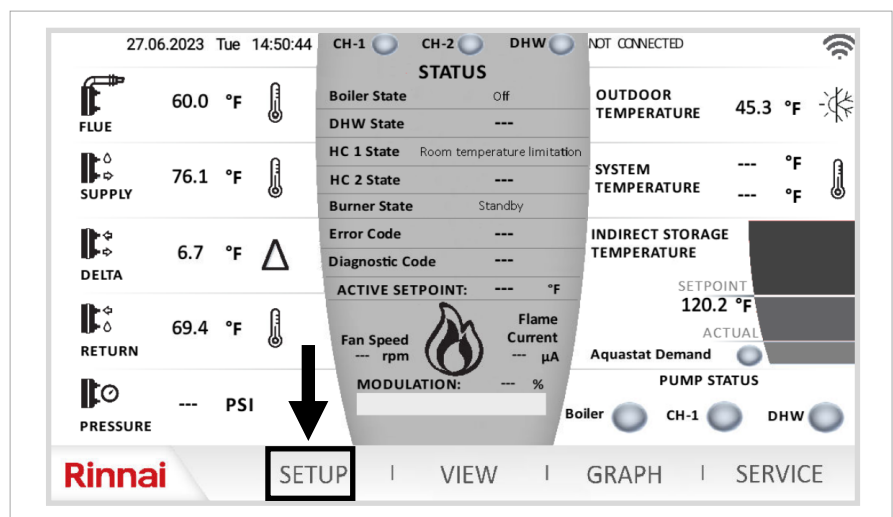

Figure 1
1. Appuyer sur « Setup » (Installation/configuration) sur l'écran d'accueil (figure 1). Le contrôleur invite l'utilisateur à sélectionner le niveau d'accès et à entrer le mot de passe. Le mot de passe de l'installateur est **9419**. Les niveaux d'utilisateur **TECHNICIAN** (technicien) et **ENGINEER** (ingénieur) sont **UNIQUEMENT** accessibles aux employés de Rinnai.